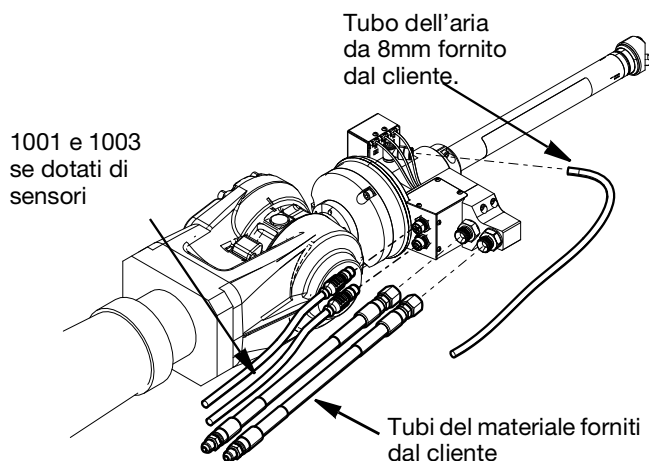

FIG. 7
2. Scollegare il tubo flessibile di ingresso del materiale e quello di ritorno del materiale. Utilizzare sempre due chiavi quando si allenta il raccordo del tubo flessibile ad alta pressione. Vedere FIG. 7.
3. Scollegare il tubo dell'aria da 8 mm. Vedere FIG. 7
4. Scollegare i connettori dei cavi svitando il raccordo sul connettore del cavo a 5 pin (1001) e sul connettore del cavo a 8 pin (1003) se installato. Vedere FIG. 7.